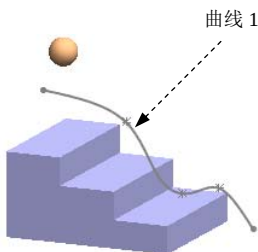
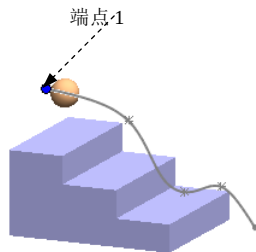

图 9.8.5 “重合”配合
图 9.8.6 “距离”配合
Step4. 添加配合使零件部分定位。选择下拉菜单 **插入(I)** **配合(M)...** 命令，系统弹出“配合”对话框；单击“配合”对话框中的 按钮，在设计树中选取“ball”零件的原点和图 9.8.5 所示的曲线 1 重合，单击快捷工具条中的 按钮；单击“配合”对话框中的 按钮，在设计树中选取“ball”零件的原点和图 9.8.6 所示的曲线端点 1，输入距离值 1.0，单击快捷工具条中的 按钮。